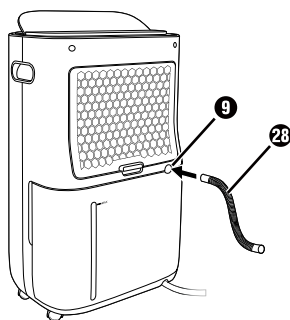

Fig. 3
- ◆ Sæt enten den medfølgende slange 28 eller EU-haveslangeadapteren 29 på udgangsåbningen ⑨ (se fig. 3 + 4).